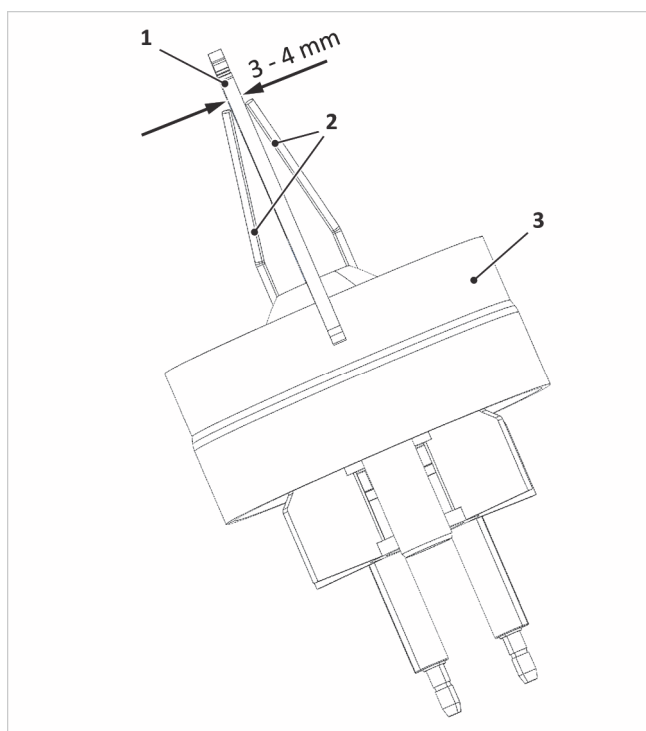

Fig. 37: Comprobación de la distancia de los electrodos de encendido
3. Controle la distancia de los electrodos tal y como se muestra en la → *fig. 37* y, en caso necesario, corrija doblándolos con cuidado.